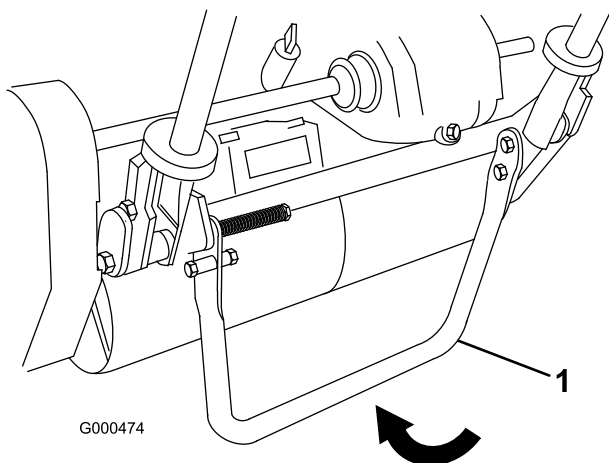

Figura 13
1. Con il piede, abbassate il cavalletto, quindi alzate il sostegno della stegola finché il cavalletto non gira in avanti, sopra il centro (Figura 13).